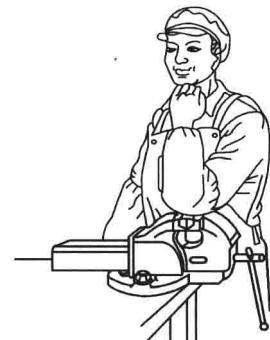

图 1-2 台虎钳的高度
- 5) 在钳工工作台上安装台虎钳时，钳口高度应以恰好齐人的臂肘为宜，如图 1-2 所示。